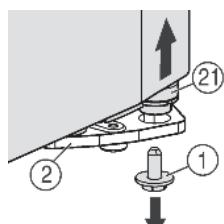
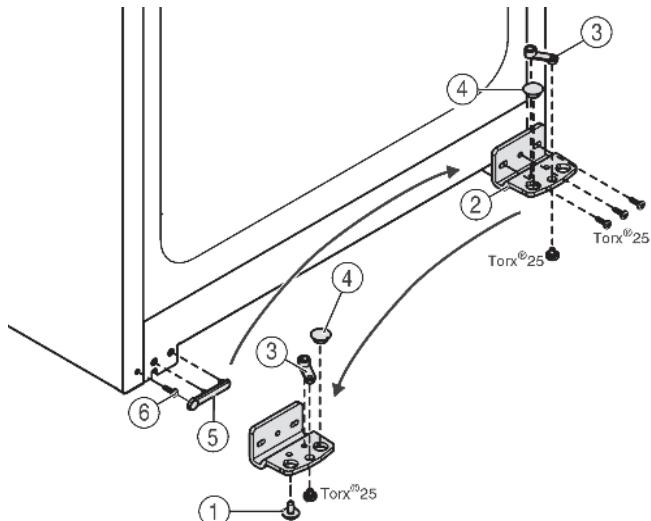

Fig. 4
Fig. 5
- Vpravo dole na stojanu ložiska vyšroubujte pojistný šroub Fig. 4 (1).
- Ložiskový čep Fig. 4 (21) se uvolní ze stojanu ložiska Fig. 5 (2).
- Jestliže se ložiskový čep Fig. 4 (21) neuvolní, vytlačte čep zdola.
- Našroubujte stojan ložiska Fig. 5 (2).
- Našroubujte ložiskový díl Fig. 5 (3) a přemístěte do protilehlého upínacího otvoru stojanu ložiska, opět přišroubujte.
- Vyjměte ze stojanu ložiska zátku Fig. 5 (4) a nasadte do protilehlého upínacího otvoru stojanu ložiska.
- Opatrně zvedněte kryt Fig. 5 (5) na straně madla.
- Vyšroubujte šroub Fig. 5 (6) a na protější straně ho opět nasadte.
- Kryt Fig. 5 (5) opět nasadte.
- Přišroubujte opět stojan ložiska Fig. 5 (2) na novou stranu závěsu (**silou 4 Nm**), příp. pomocí akumulátorového šroubováku.
- ▶ Zašroubujte a dotáhněte pojistný šroub Fig. 4 (1) dole do ložiskového čepu (**sílu 4 Nm**).